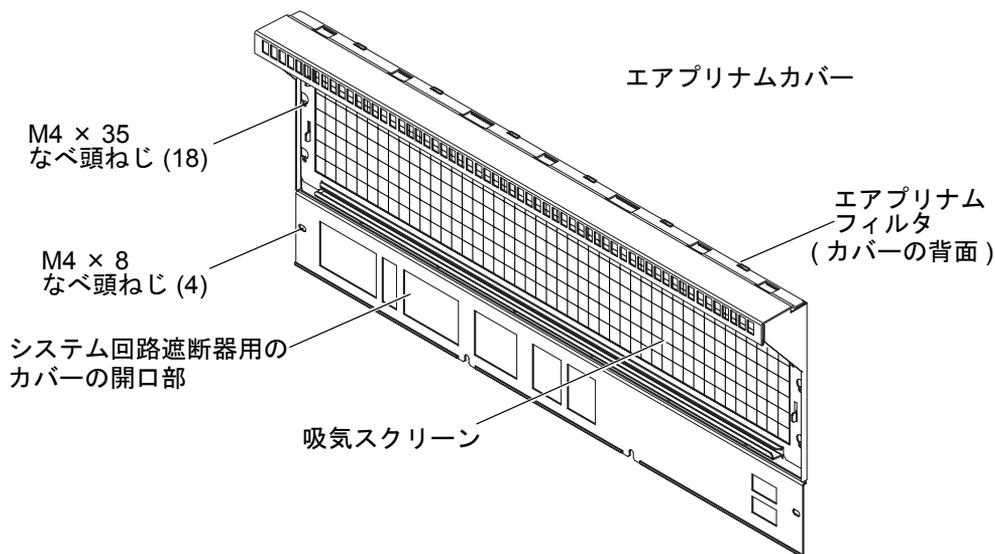

図 3-1 エアプリナムカバー
4. 吸気スクリーンの上部、両側、および下部から 18 本の M4×35 なべ頭ねじを外して、エアプリナムカバーを取り外します (図 3-1)。